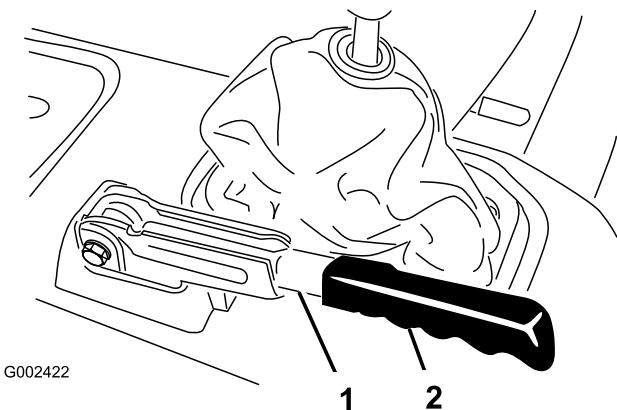

Рисунок 67
- Снимите резиновую оболочку с рычага стояночного тормоза (Рисунок 67).